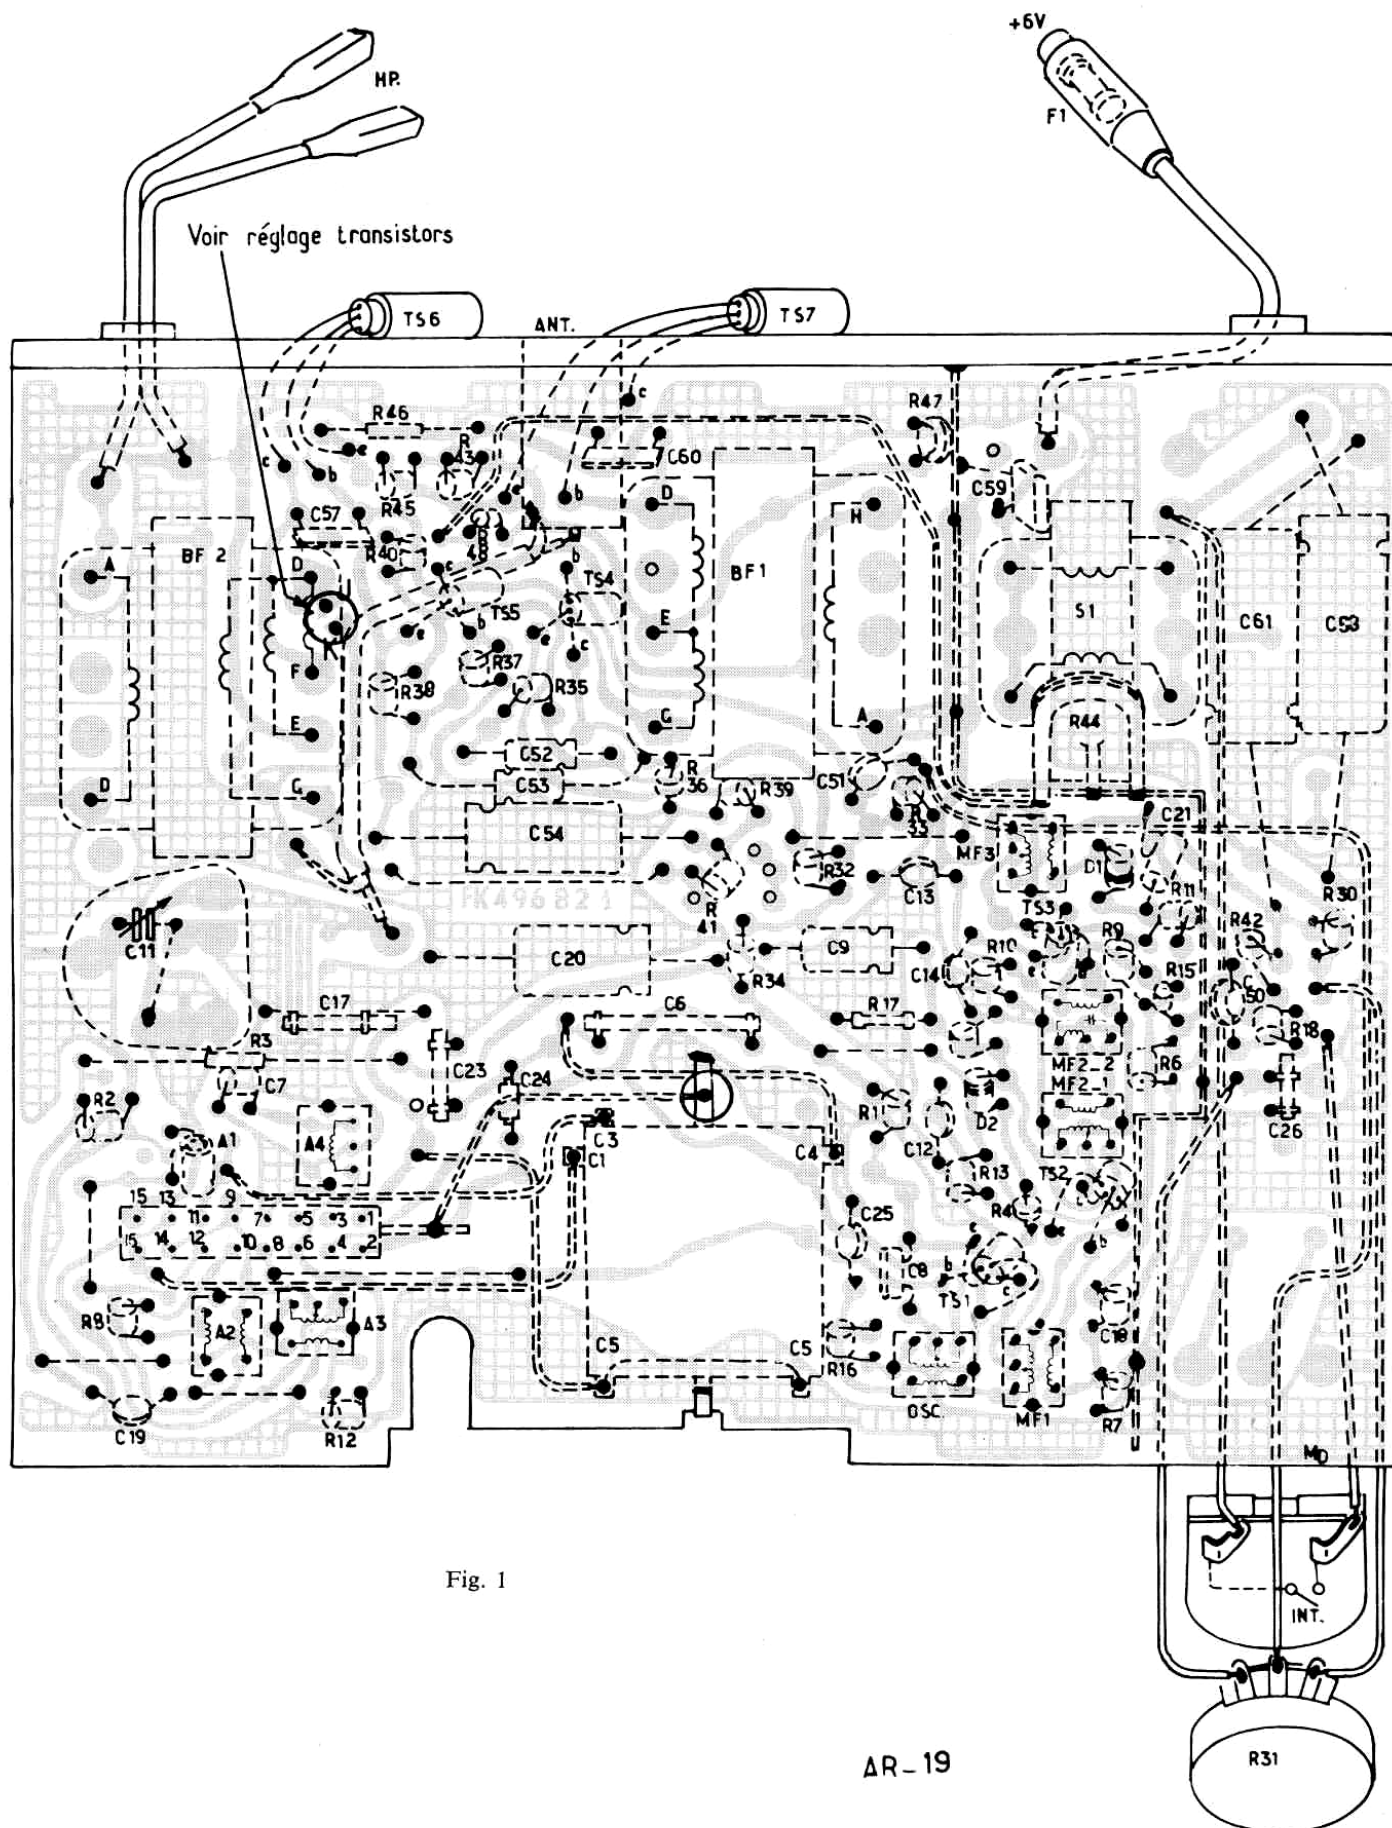

Fig. 1
- 1° Retirer la connexion joignant les points J et K sur le circuit imprimé (voir câblage fig. 1).